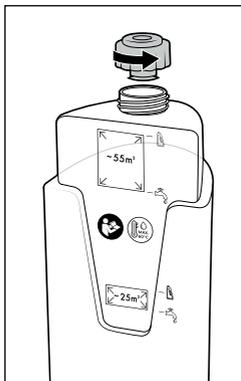

Fig. 7
- ◆ Capovolgere il contenitore dell'acqua pulita **11** e svitare il coperchio (vedere fig. 7).